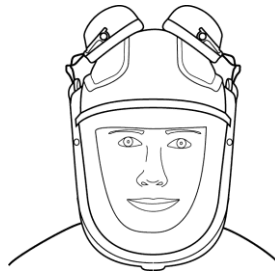

图: 22g
- **停用位置:** 如果面罩壳清洁无污染, 罩杯可旋转到面罩顶部 (图22g)。请注意保持耳罩垫圈干净。